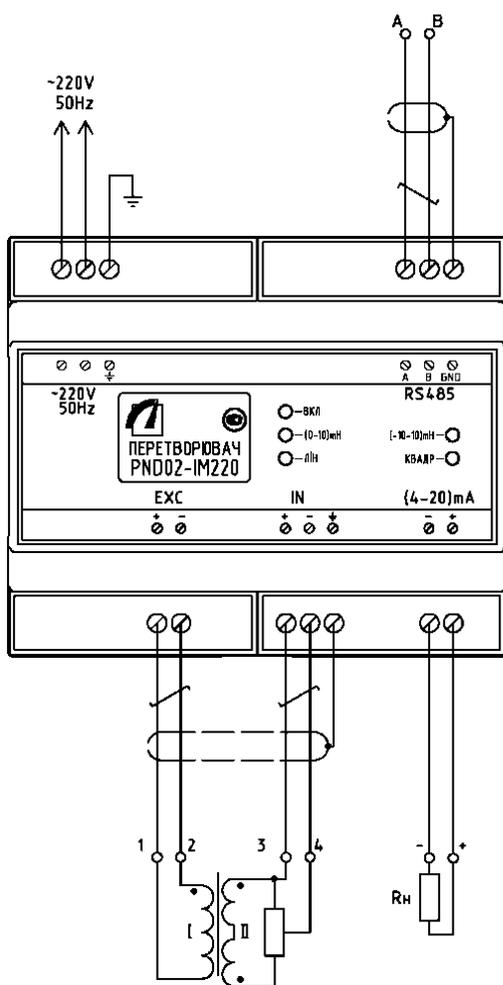

Рисунок 2
2.1.2 Перед включением питания преобразователей « $\sim$  220 50Hz» исполнений PND02-IM220, PND02-I220, PND02-M220 необходимо убедиться в наличии и исправности заземления преобразователя. При работе преобразователя винт защитного заземления преобразователя должен быть постоянно заземлен (рисунок 2).